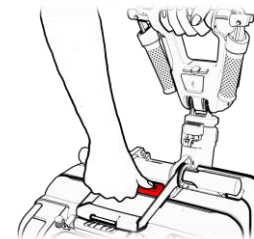

Figura 5
3. Presione el botón de liberación central hasta que haga clic y permanezca presionado (consulte la Figura 5).